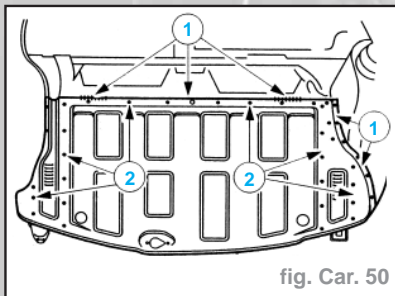

fig. Car. 50
- Découper le plancher du coffre à bagages (fig. Car. 50) :
- procéder à une découpe approximative (1)
- fraiser les points de soudure (2).